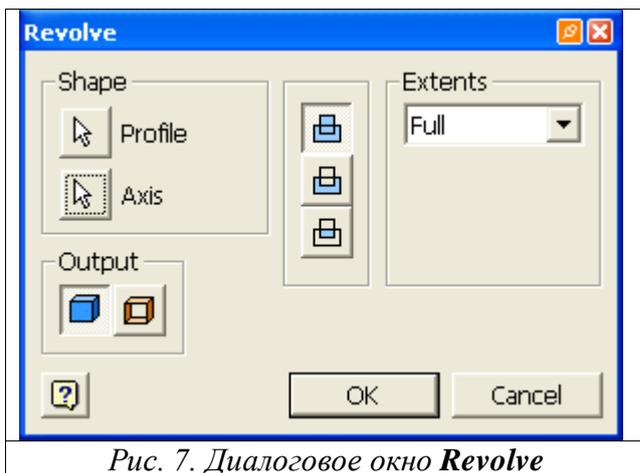

Рис. 7. Диалоговое окно **Revolve**
6. В диалоговом окне **Revolve** (рис. 7) нажмите на кнопку **Axis**, а затем выберите длинную сторону любого прямоугольника (одна из точек которой принадлежит центру окружности).